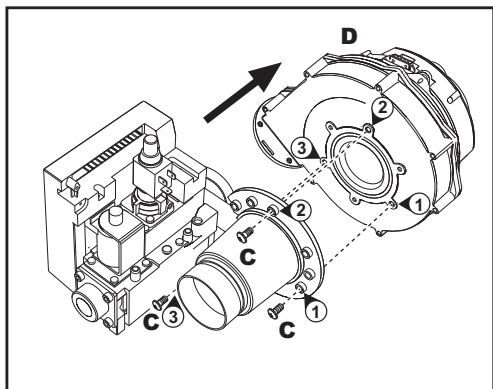

fig. 56 - modello JOTEK 125 - 250
6. Svitare le viti "C" e staccare il ventilatore "D" (fig. 56 - solo modello JOTEK 125 - 250)